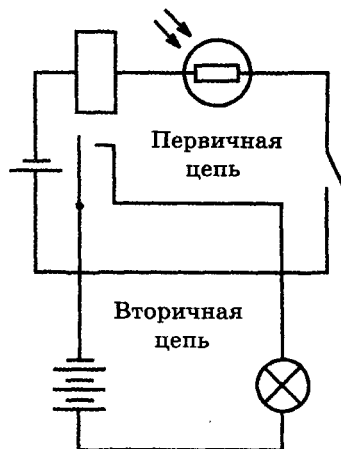

Рис. 86
Если составить последовательную цепь из фоторезистора и чувствительного электромагнитного реле (рис. 86), то получают простейшее фотореле. Фоторезистор и электромагнитное реле образуют делитель напряжения. При освещении фоторезистора его сопротивление резко уменьшается, а сопротивление реле остается неизменным. Это значит, что в соответствии с законом Ома сила тока в цепи возрастает и происходит перераспределение напряжения: оно увеличивается на реле и уменьшается на фоторезисторе. Увеличение напряжения на реле ведет к увеличению силы тока до значения тока срабатывания. Реле срабатывает и замыкает контакты исполнительной цепи.
4. К контактной системе реле подключите вторичную цепь (см. рис. 86) и проведите опыты по ее управлению при бесконтактных манипуляциях в первичной цепи.